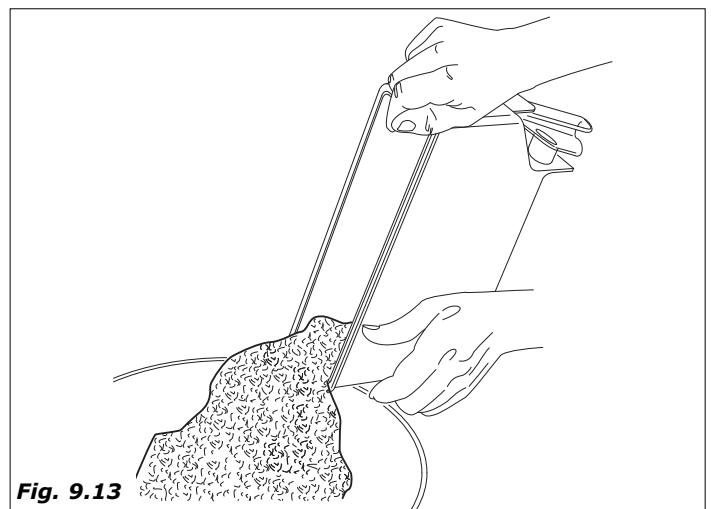

Fig. 9.13
- Enlevez tous les produits des bacs (figure 9.13)